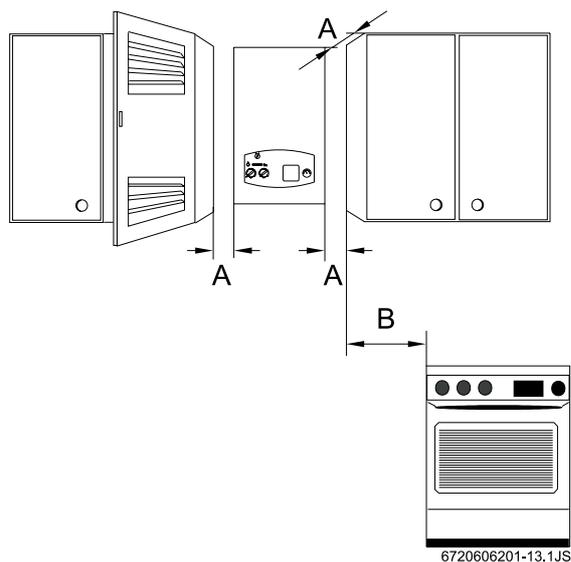

Figura 6 Separaciones mínimas
- ▶ Asegurar la accesibilidad en los trabajos de mantenimiento respetando las separaciones mínimas indicadas en la figura 6.